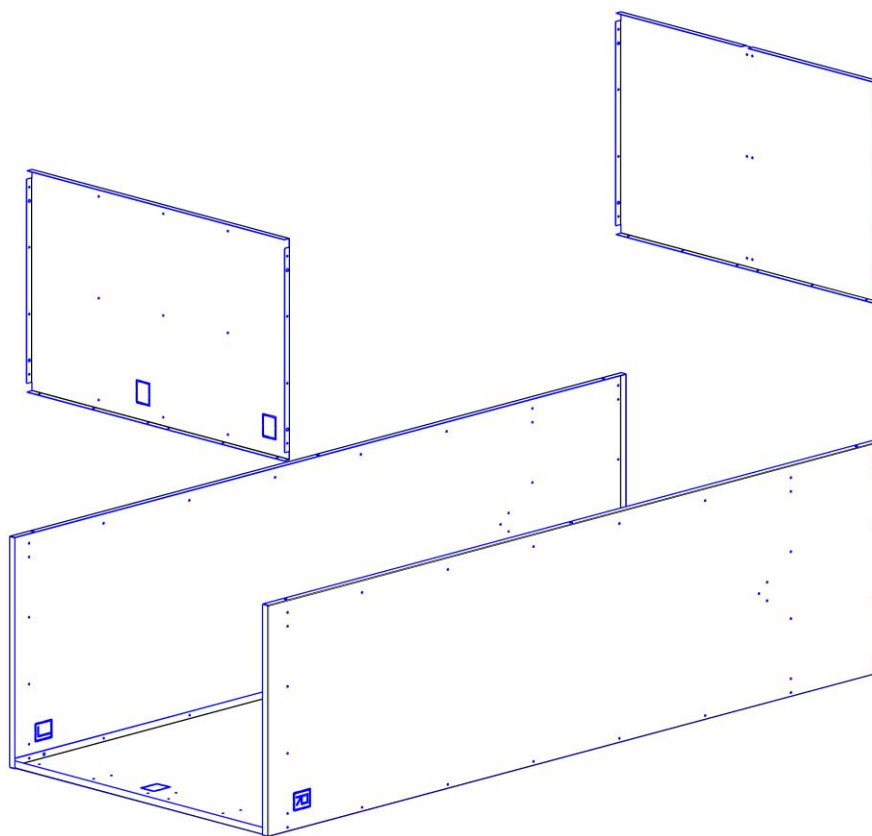

Рис. 2
3.2. Установить полку нижнюю и крышу (рис. 2), расположив перфорацию на полке нижней в сторону задней стенки шкафа. Выкус на центральной части крыши развернуть в сторону лицевой части шкафа. Закрепить полку нижнюю и крышу на боковых стенках.